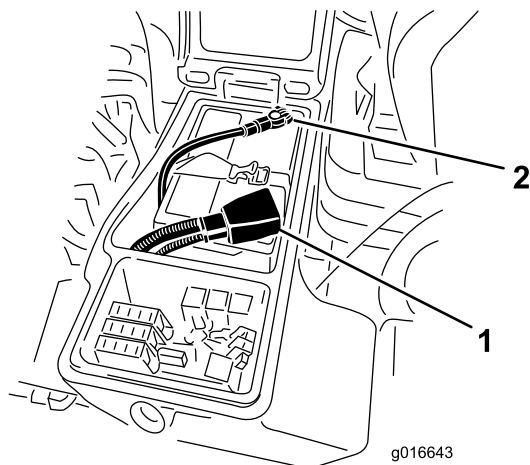

Bild 81
4. Klemmen Sie das Pluskabel (Rot) am Pluspol (+) der Batterie und das Minuskabel (Schwarz) am Minuspol (-) der Batterie an (Bild 81). Befestigen Sie die Kabel mit Kopfschrauben und Muttern an den Polen. Stellen Sie sicher, dass die Plusklemme (+) vollständig auf den Pluspol aufgezogen und das Kabel fest an die Batterie angeklemt ist. Das Kabel darf die Batterieabdeckung nicht berühren. Ziehen Sie den Gummischuh über den Pluspol, um Kurzschlüssen vorzubeugen.